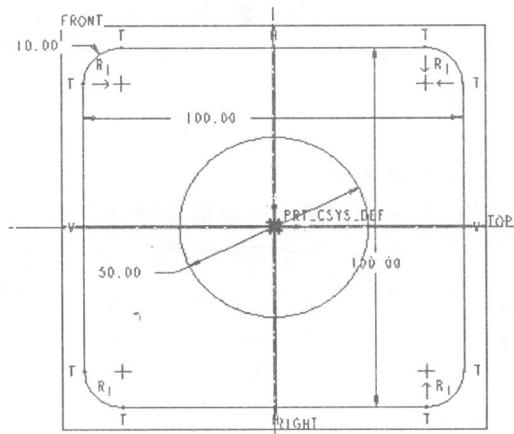
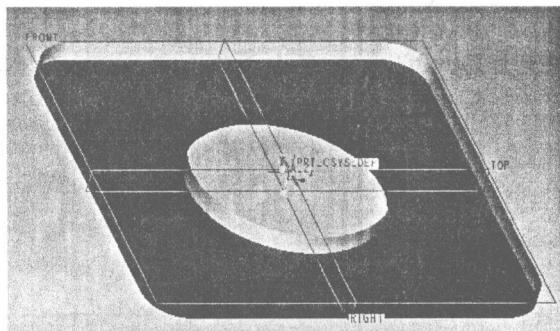

图 1-10 草绘示例
图 1-11 一个简单零件
**例 1** 我们绘制一个简单的草图例子，如图 1-10 所示，该草图用于拉伸如图 1-11 所示的厚度为 10 的零件。
(10) 点击“草绘”(Sketch)→“圆”(Circle)→“圆心和点”(Center and Point)或点击右工具条按钮 $\text{O}$ ，箭头提示该按钮有子工具条，先点取两条中心线交点作为圆心，再拖动鼠标至适当位置，确定圆直径，绘制整圆。注意：拖动鼠标的时候，如果出现红色的 $R_1$ 提示，则继续增大圆直径，避免整圆半径与 4 个圆角的半径相等。
(11) 点击右工具条上按钮 $\text{D}$ ，再选择整圆的直径尺寸(当前显示为灰色，是弱尺寸)，系统弹出修改尺寸对话框，将尺寸数字修改为 50，再单击按钮 $\checkmark$ 。
(12) 现在完成了如图 1-10 所示的草图，接下来，点击“草绘”(Sketch)→“完成”(Done)，或者直接点击右工具条上按钮 $\checkmark$ ，退出草绘功能，返回到拉伸功能。
(13) 将拉伸功能面板上的拉伸高度缺省数值 216.51 直接修改为 10，再点击按钮 $\checkmark$ ，再点击视图工具条(下拉菜单下面)上的按钮 $\text{M}$ ，在弹出的对话框中